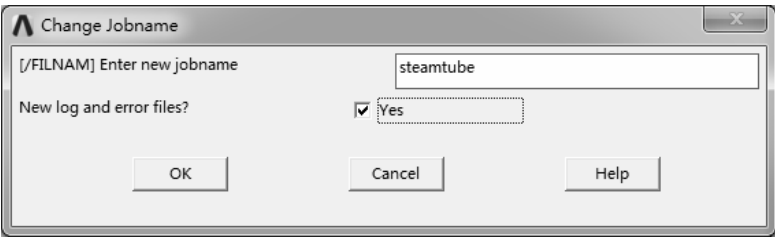

图 8-46 “Change Jobname”对话框
1) 选择“Utility Menu>File>Change Jobname”命令，弹出“Change Jobname”对话框，修改工程名称为“steamtube”，如图 8-46 所示。单击“OK”按钮完成修改。